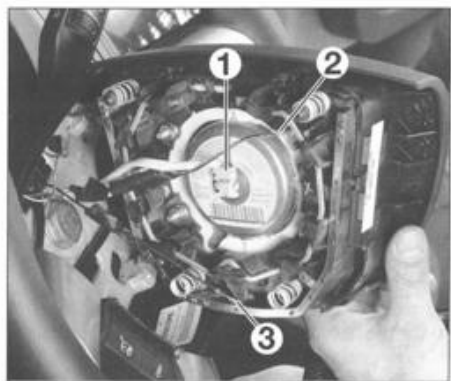

FIG. 8
- Sacar el conector del módulo de airbag (1), el conector de masa (2) y el conector de bocina (3) (fig. 8).